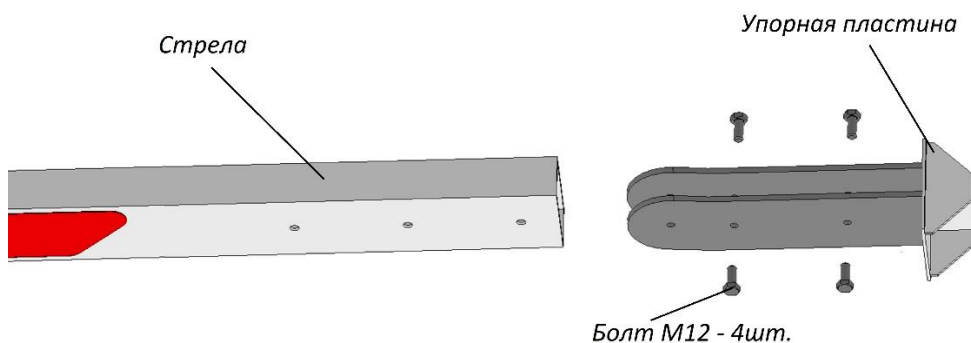

Рисунок 9
- На свободный конец стрелы устанавливается упорная пластина и скрепляется болтами M12x30 по два болта с каждой стороны, усилие затяжки не менее 180 N.m. Рис.9.